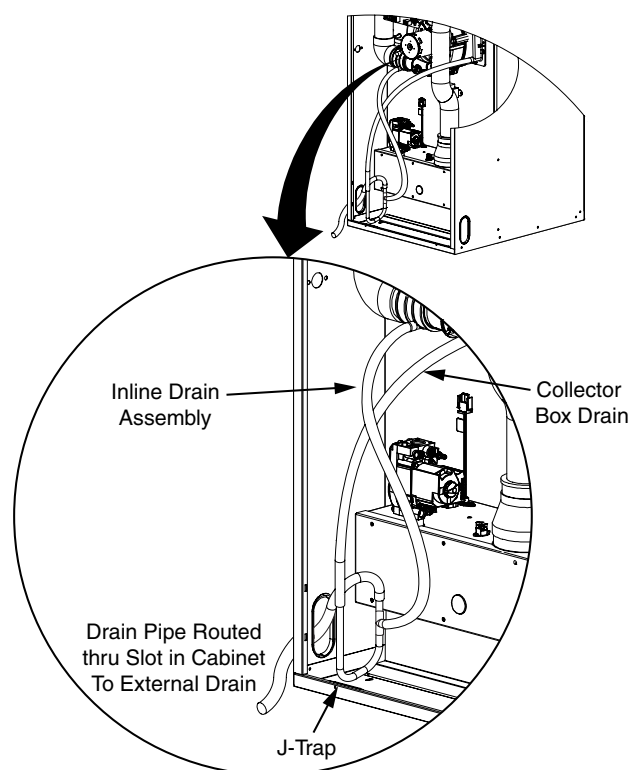

Figure 17. Évacuation du condensat
à la base de la fournaise (Figure 17). Assurez-vous que le flexible d'écoulement n'est pas entortillé.
1. Retirez le tube souple du boîtier collecteur (Figure 17) et vérifiez que la sortie du boîtier collecteur est dégagée et exempte de débris ou d'obstructions.